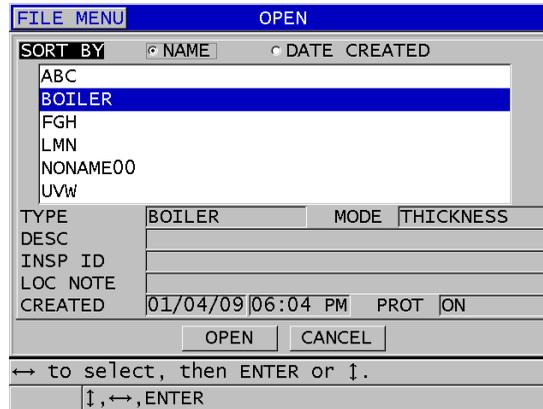

Abbildung 11-16 Öffnen einer Datei
3. Verfahren Sie im Fenster **ÖFFNEN** (siehe Abbildung 11-16 auf Seite 209) wie folgt: